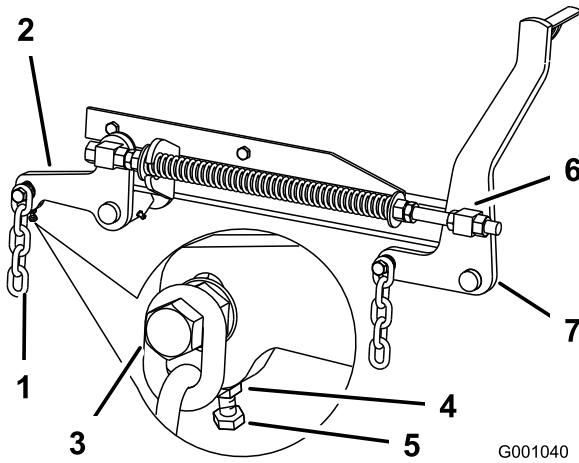

Figura 81
7. Se as medições nas posições **B** ou **C** não estiverem corretas, desaperte o parafuso que fixa a correia traseira ao braço de suporte traseiro (Figura 81).
8. Desaperte a porca de segurança debaixo do braço de suporte traseiro e ajuste o parafuso de ajuste para obter uma medição de 80 a 83 mm (Figura 81).
7. Desaperte as porcas de segurança das articulações frontais, na dianteira das articulações direita e esquerda, aproximadamente 13 mm (Figura 81).
8. Ajuste as porcas de elevação tanto no lado direito como esquerdo da máquina para obter 6 a 10 mm mais baixo na frente em **A** do que atrás em **B** (Figura 81).